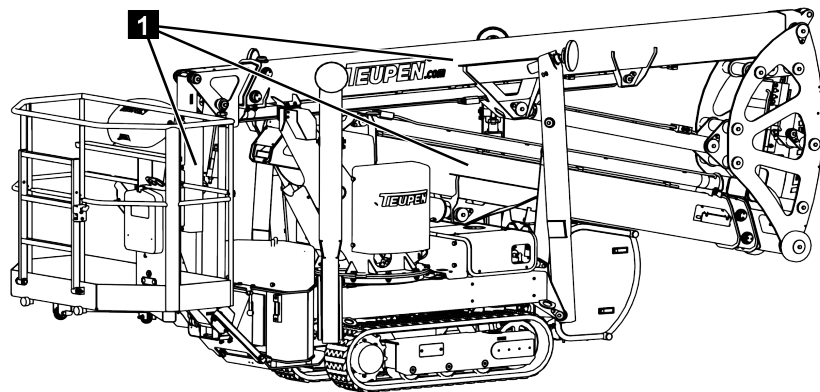

Fig. 192
1. Si la structure de la plateforme se trouve en position de transport (Fig.192/1), le bras de la nacelle doit être monté à l'aide du mode de secours (↳ Chapitre 7.15 „Mode de secours”, page 114).